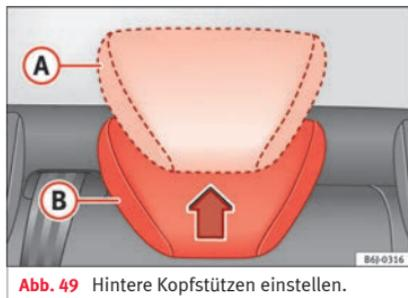

Abb. 49 Hintere Kopfstützen einstellen.
- Erhöhte Position oder Gebrauchsstellung **(A)** » Abb. 49. In dieser Position gleicht die Kopfstütze einer konventionellen Kopfstütze und schützt den Insassen auf dem Rücksitz in Verbindung mit dem Sicherheitsgurt.
- Außergebrauchsstellung **(B)** » Abb. 49. In der Außergebrauchsstellung wird die Sicht des Fahrers verbessert.